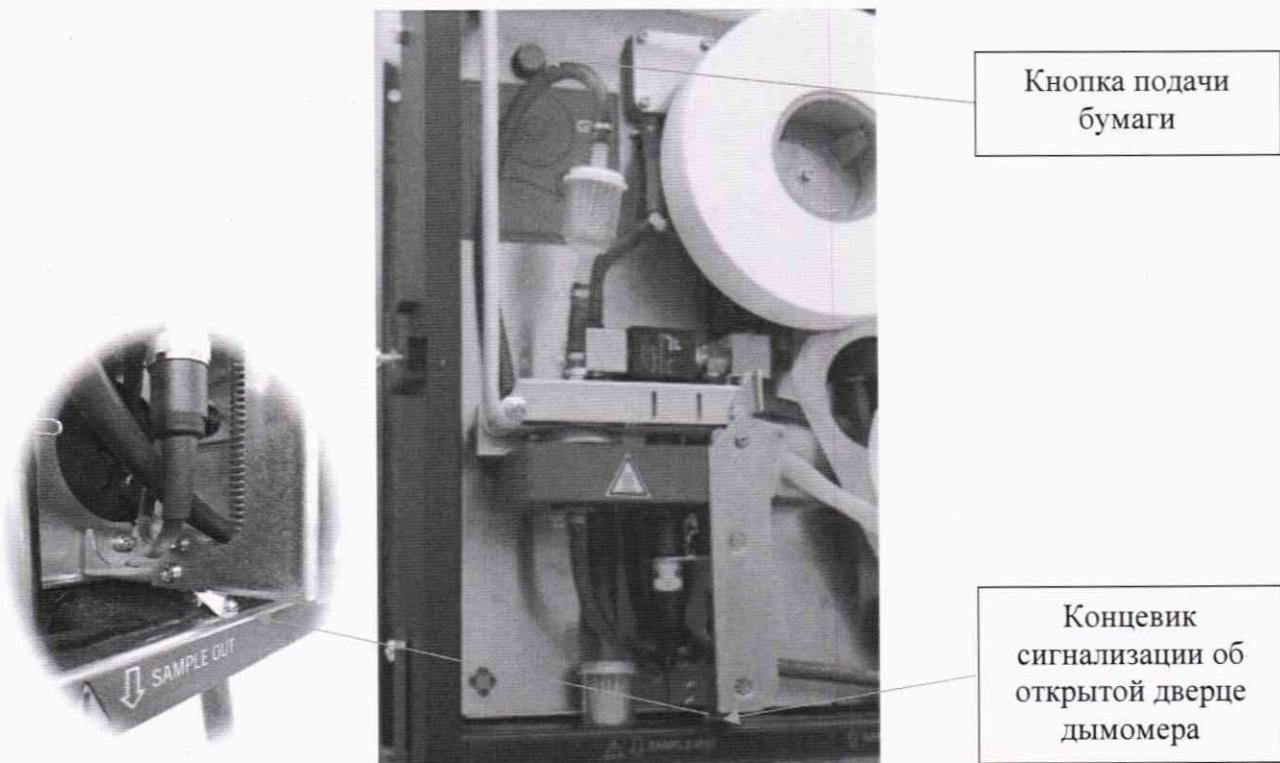

Рисунок 1
7.3.1.2 Механически отключить режим «Data Backup», путём одновременного нажатия кнопки подачи бумаги и концевика сигнализации об открытой дверцы дымомера (см. рисунок 1). Важно, чтобы оба элемента были в нажатом состоянии на протяжении всего времени проведения поверки.